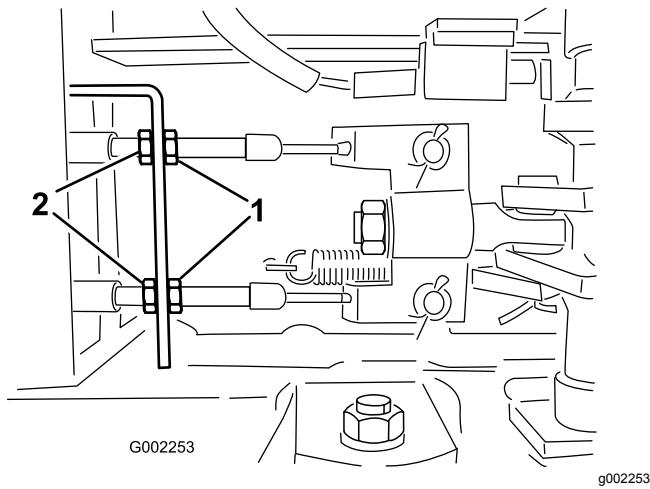

Figure 57
5. Desserrez les écrous avant sur les câbles de frein, sous l'extrémité avant du pulvérisateur (Figure 57).
6. Serrez les écrous arrière uniformément jusqu'à ce que la pédale de frein s'enfonce de 1 à 2 cm (0,5 à 1 pouce) avant que vous sentiez une résistance (Figure 57).